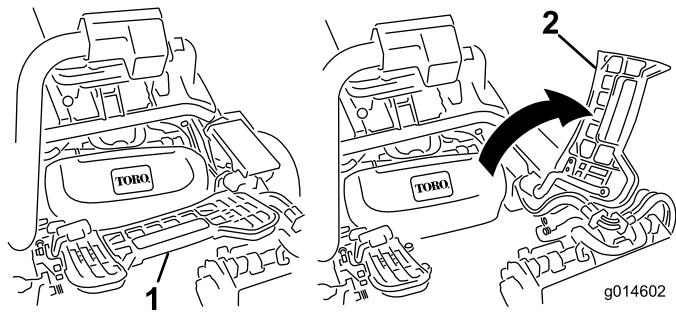

图11
3. 如果安装中间滚刀组，应提起搁脚板向上翻，以便接触到中间滚刀组位置 (图11)。